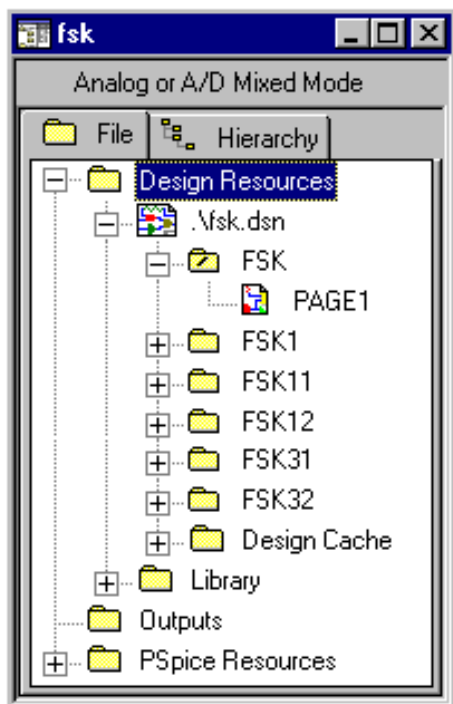

Рис. 3-а. Окно менеджера проекта
Менеджер проекта отображает структуру ресурсов проекта, группируя их в соответствующие папки (Рис. 3-а).
- *Папка проекта с расширением имени .DSN*, содержащая схемные папки (блоки, модули) проекта со страницами схем. В качестве примера на Рис. 3-а показана папка проекта FSK.DSN, содержащая схемные папки FSK, FSK1,...,FSK32, каждая из которых, в свою очередь, состоит из одно- или многостраничной схемы. Так, папка FSK включает одностраничную схему с именем PAGE1. Любые схемные папки или страницы схем, которые Вы создаете, автоматически добавляются к папке проекта. Страница схемы может также содержать рамки, угловые штампы (titleblocks), текст и графику.